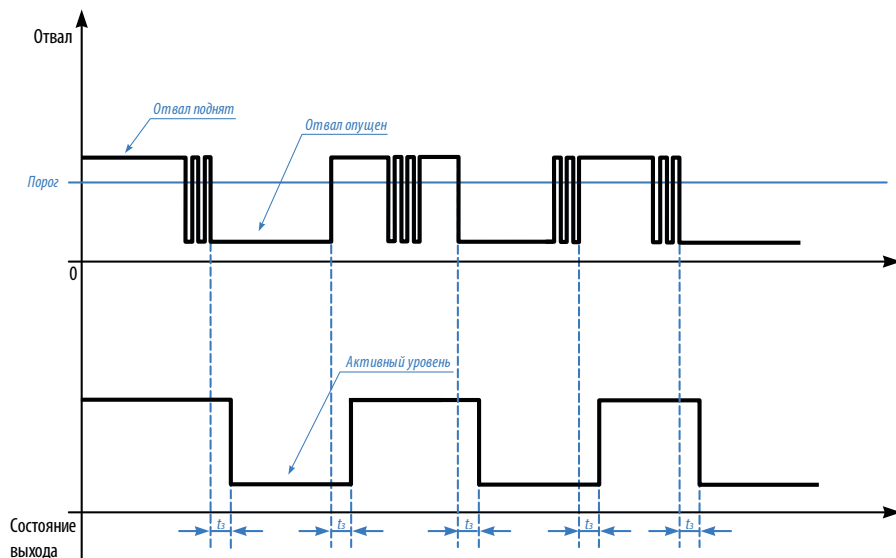

Рис.11. Диаграммы работы выходов в режиме Отвал.
**Отвал.** В данном режиме выход устанавливается в активное состояние, если текущий угол наклона ниже порога дольше, чем заданная задержка. Если угол наклона был больше порога дольше, чем заданная задержка, то произойдет переключение выхода в неактивное состояние (Рис.11).